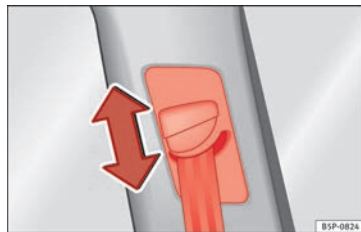

Abb. 12 Einbauort der Gurthöheneinstellung.
- Drücken Sie den Umlenkbeschlag im oberen Bereich und halten Sie den Beschlag in dieser Stellung » **Abb. 12.**